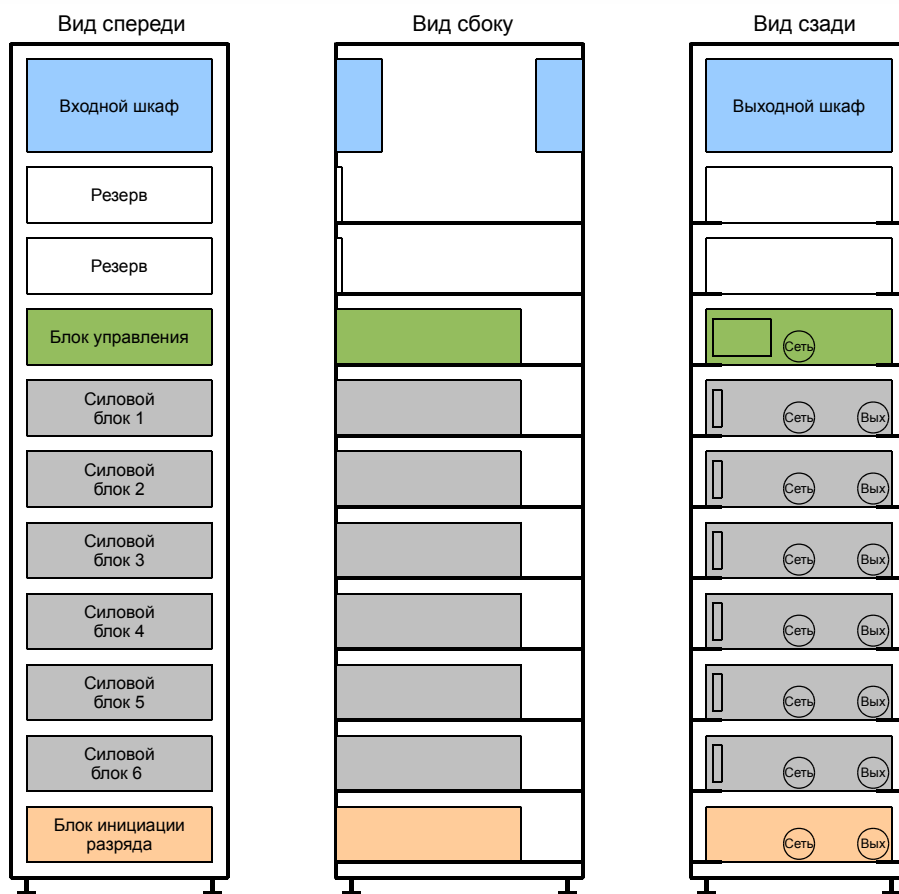

Рис. 2 — Состав источника питания APEL-M-60BP-660.
1. Включить общий автоматический выключатель расположенный во входном шкафу (см. рис. 2).